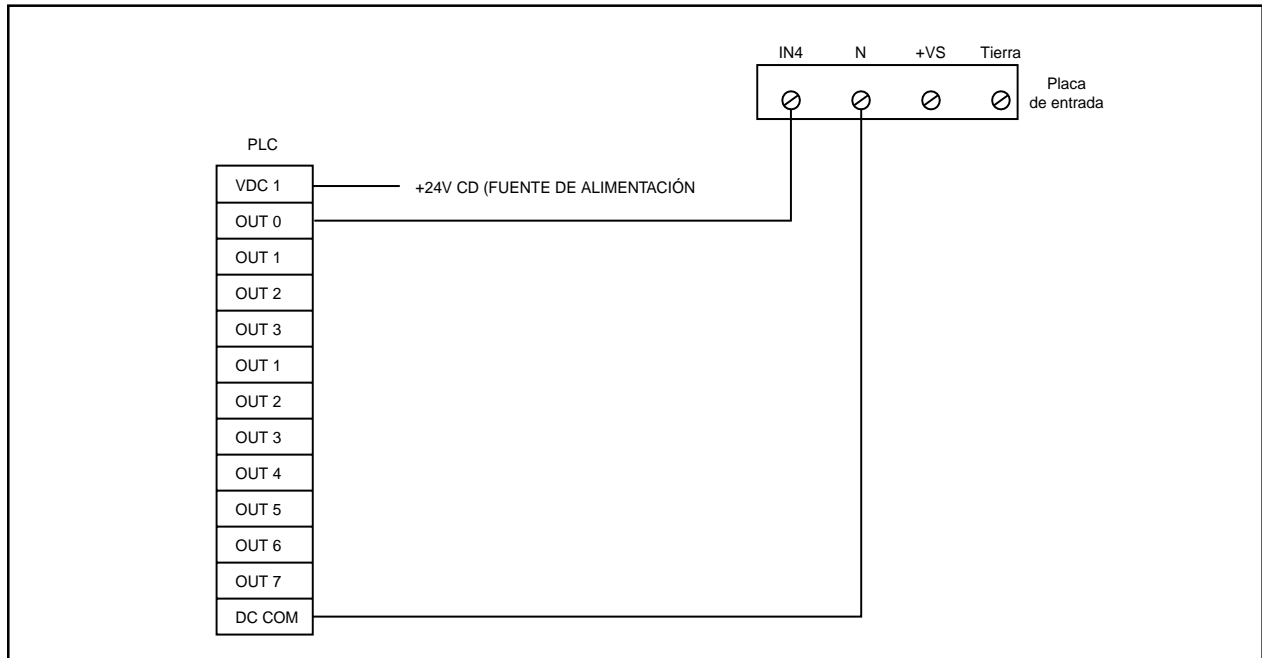

Figura 11. Como conectar placa de entrada de 24V al PLC. Ver Tabla 1.
5. Si es necesario, ajuste el volumen. Fije el volumen del potenciómetro en la tarjeta principal (Figura 11.)